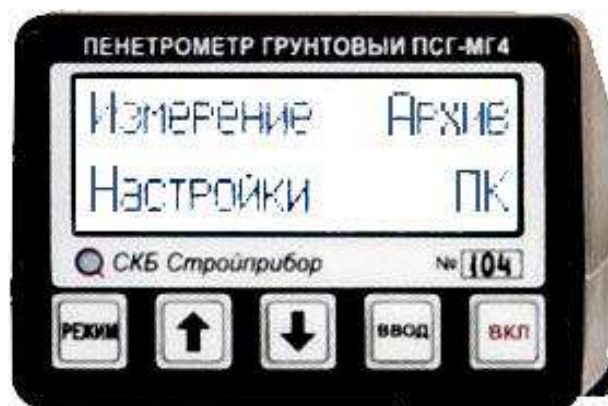

Рисунок 1.2 – Внешний вид электронного блока ПСГ-МГ4
1.4.2 На лицевой панели электронного блока размещен ЖК дисплей и клавиатура, состоящая из пяти клавиш (рисунок 1.2).